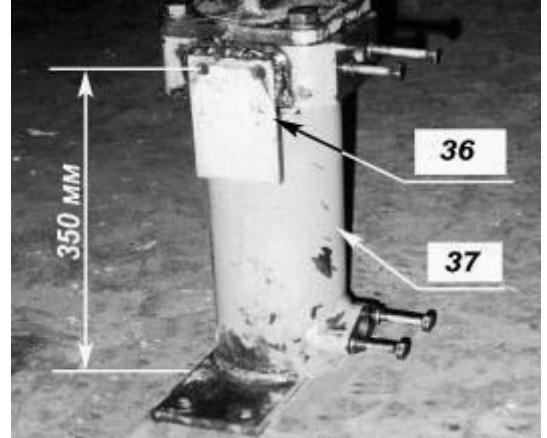

Рис. 1.16
- Приварить кронштейн (36) к штатному фильтру системы КПП (37) "Komatsu" согласно рис.1.16 (расстояние от основания до центра отверстий  $\approx$  350 мм.);